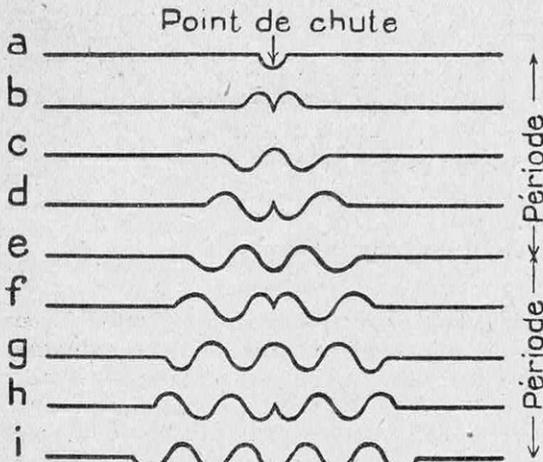
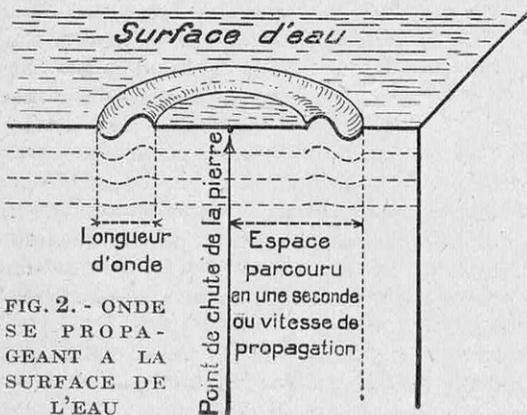

FIG. 1. — ASPECTS SUCCESSIFS DE LA SURFACE D'UNE EAU TRANQUILLE OU ON A JETÉ UNE PIERRE
FIG. 2. - ONDE SE PROPAGANT A LA SURFACE DE L'EAU
Au moment où un corps quelconque — mettons, si vous voulez, une pierre — atteint une surface d'eau, cette dernière se trouve un instant creusée (fig. 1, a), mais elle revient bientôt à sa position d'équilibre (fig. 1, b) et la dépasse, par suite de la vitesse acquise, en formant un monticule (fig. 1, c), retourne en arrière (fig. 1, d, e), et ainsi de suite. En un mot, le point de chute devient une source de vibrations.
Ce n'est pas tout. Comme l'eau forme un milieu pratiquement continu, le mouvement se communique de proche en proche aux parties voisines, et il se propage progressivement des rides, dont les divers aspects sont représentés en coupe par la figure 1, et dont l'une d'entre elles est dessinée en perspective par la figure 2.
La figure 2 montre clairement ce qu'il faut entendre par longueur d'onde : c'est l'ensemble formé par un creux et le monticule voisin, ensemble qui se propage sans
déformation sensible. Cette longueur d'onde est de l'ordre de cinq centimètres. Si nous jetons un dernier coup d'œil sur la figure 1, nous voyons aussi que la longueur d'onde est le trajet parcouru par l'onde entre les aspects *a* et *e*, c'est-à-dire précisément pendant une période.
Ainsi donc, notre onde parcourt cinq centimètres pendant un dixième de seconde : la vitesse de propagation (fig. 2) est, par suite, de cinquante centimètres par seconde. C'est là un résultat essentiel, valable aussi pour la lumière. Il s'ensuit qu'on obtient le nombre de vibrations par seconde (10) en divisant la vitesse de propagation (50) par la longueur d'onde (5).
la figure 2. Résultat extraordinaire : deux centres d'ébranlement, en combinant leurs effets, peuvent, en certains endroits, provoquer du repos ; de même, deux sons, en se détruisant l'un l'autre, donnent parfois du silence. On dit, dans ces divers cas, qu'il y a *interférence*.